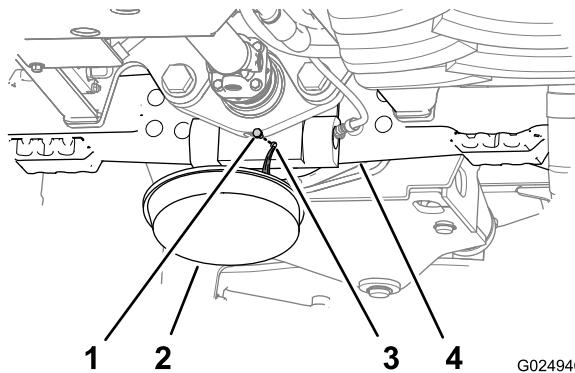
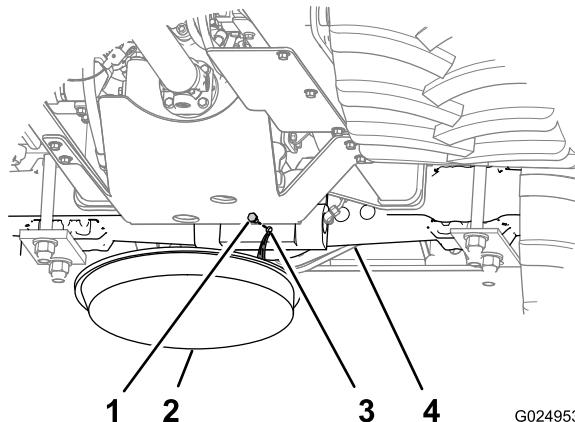

Figura 93
Figura 94
1. Posicione uma bandeja de drenagem sob a caixa do pinhão do eixo (Figura 93 e Figura 94).
2. Remova os bujões do orifício de nível e do orifício de drenagem da caixa do pinhão para os eixos (Figura 93 e Figura 94).